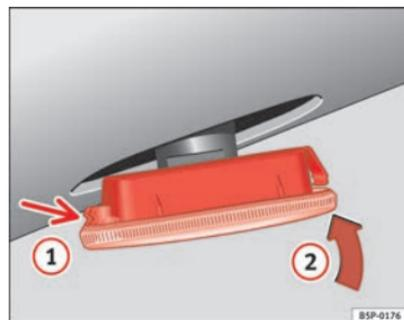

Fig. 175 Indicatori di direzioni laterali
- Prima collocare l'intermittente nel foro della carrozzeria, incastrandolo le linguette ⇒ fig. 175, freccia ①.
- Inserire l'indicatore di direzione come indicato dalla freccia ② ⇒ fig. 175. ■